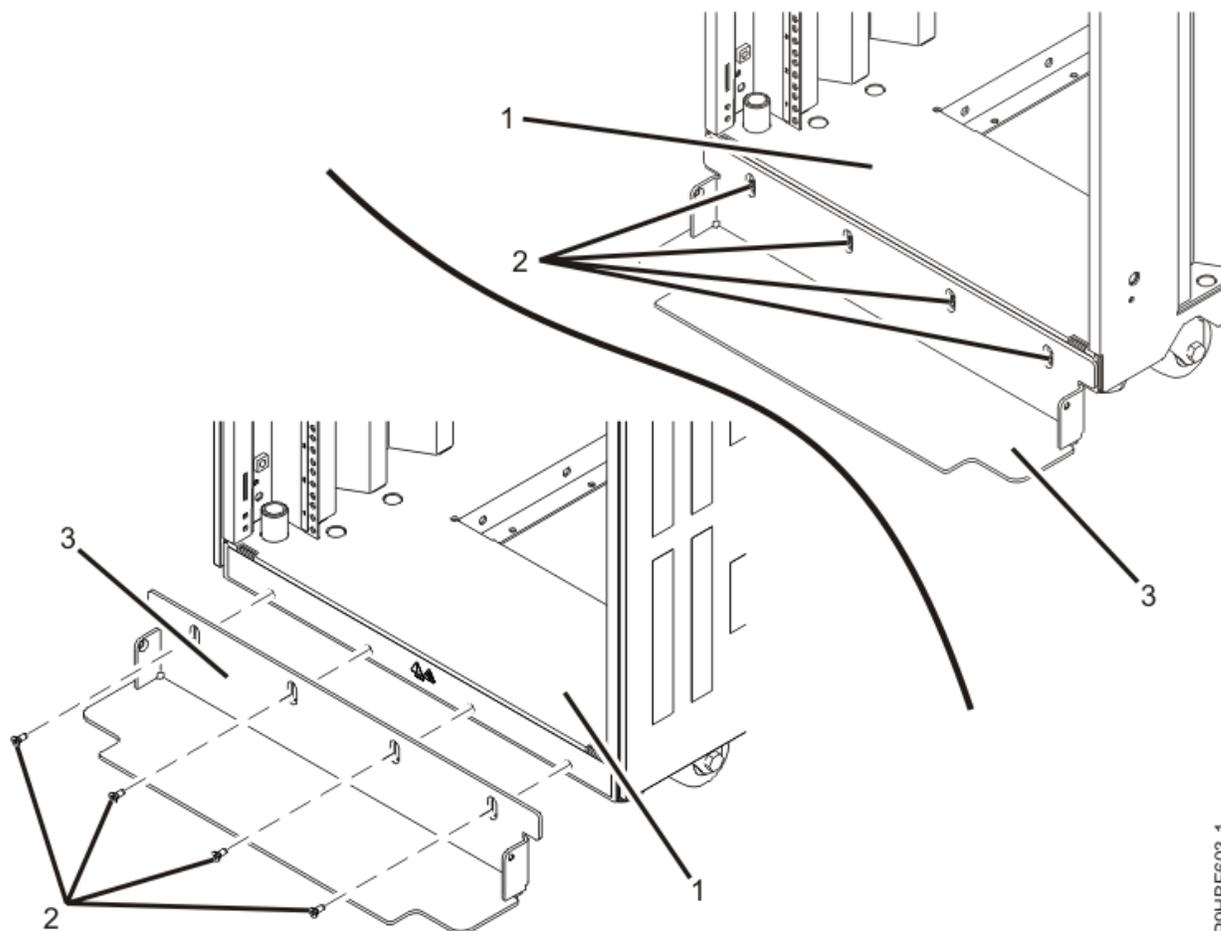

Abbildung 82. Kippsicherung anbringen
5. Richten Sie die Kerben in einer der Kippsicherungen **(3)** an den Montagelöchern **(2)** unten an der Vorderseite des Racks aus (siehe Abbildung 82 auf Seite 125).
6. Setzen Sie die vier Befestigungsschrauben **(2)** locker in den Bohrungen **(2)** an der Kippsicherung **(3)** ein und stellen Sie sicher, dass der Boden der Kippsicherung (3) fest auf dem Fußboden aufliegt (siehe Abbildung 82 auf Seite 125).